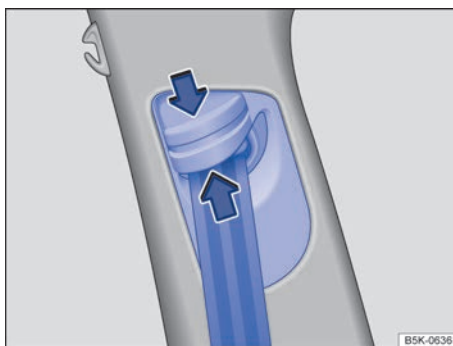

Fig. 13 Junto a los asientos delanteros: regulador de la altura del cinturón. ▶
- Comprima el dispositivo de reenvío en el sentido de las flechas y manténgalo en esta posición → fig. 13.